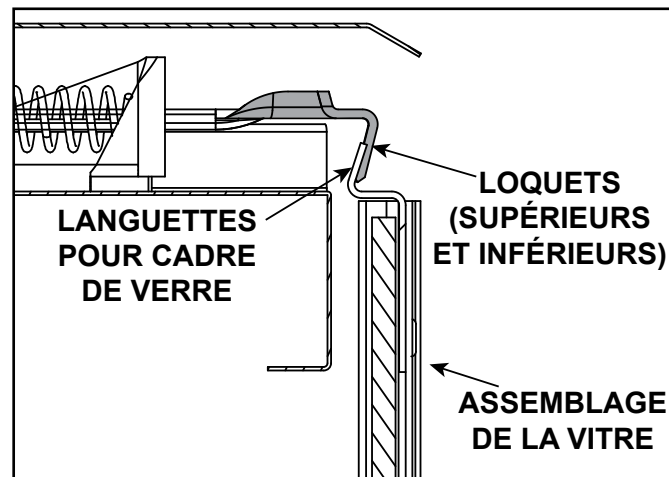

Figure 4.1 Assemblage du panneau de verre
- Sortez les quatre verrous du panneau de verre fixe hors des languettes du cadre. Enlevez l'assemblage de la vitre fixe de l'appareil. Voir la figure 4.1.